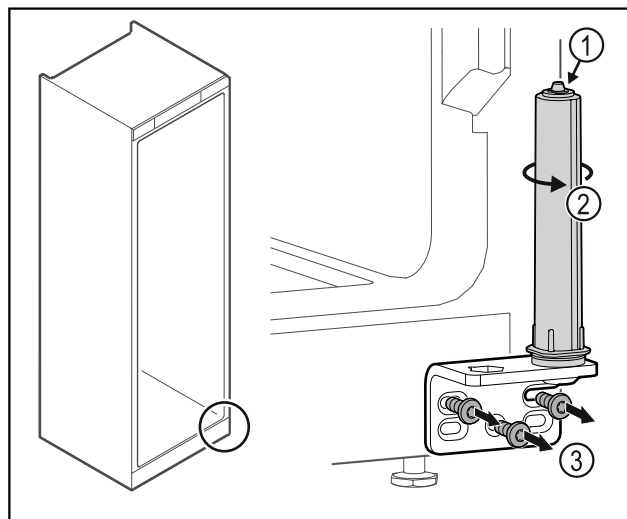

Fig. 38
- ▶ Dørlukkesystemet må ikke tas fra hverandre Fig. 38 (1).
- ▶ Drei på lukkesystemet Fig. 38 (2) til det sier klink.
- ▶ Skru av hengselvinkelen Fig. 38 (3).